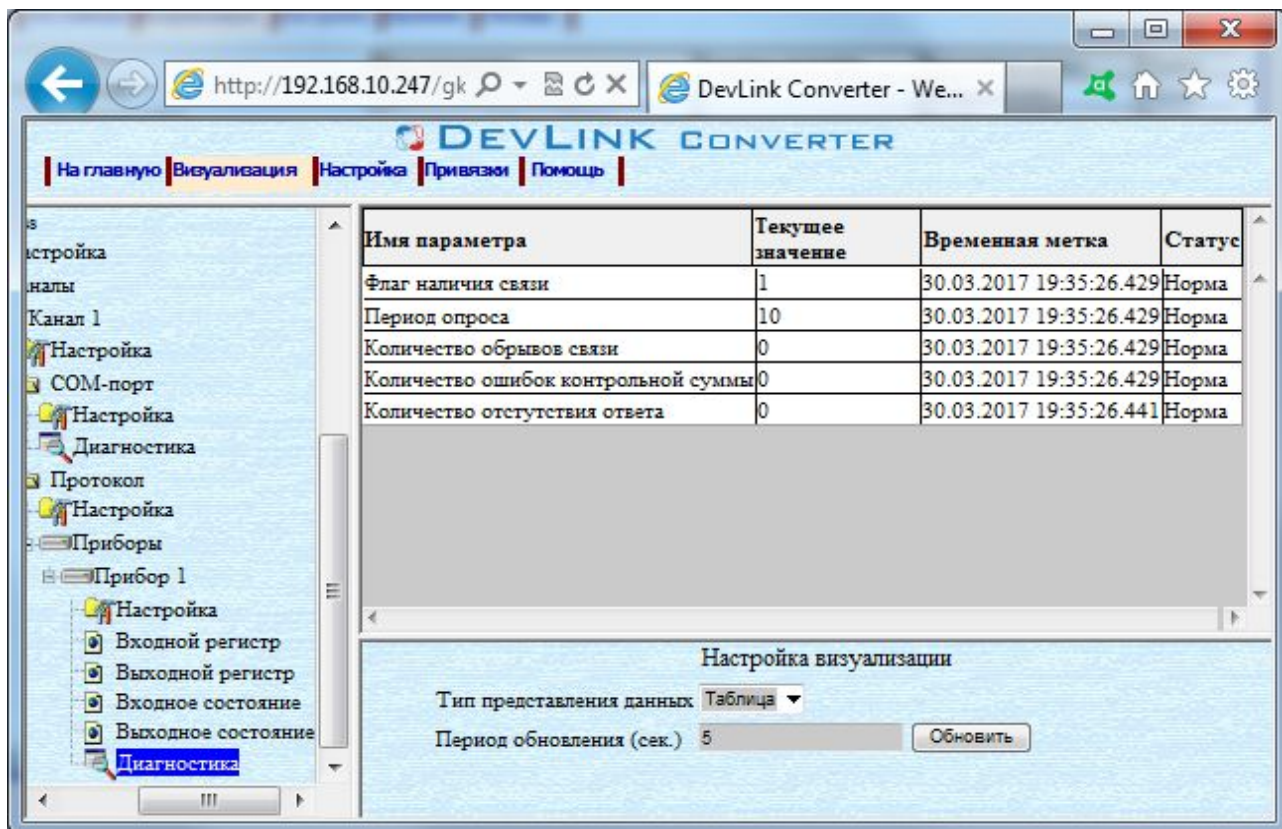

Рисунок 4.2 – Диагностическая информация прибора.
- 2 Выбрать в дереве объектов папку **Диагностика** в ветке **Прибор\_X** драйвера (рисунок 4.2)